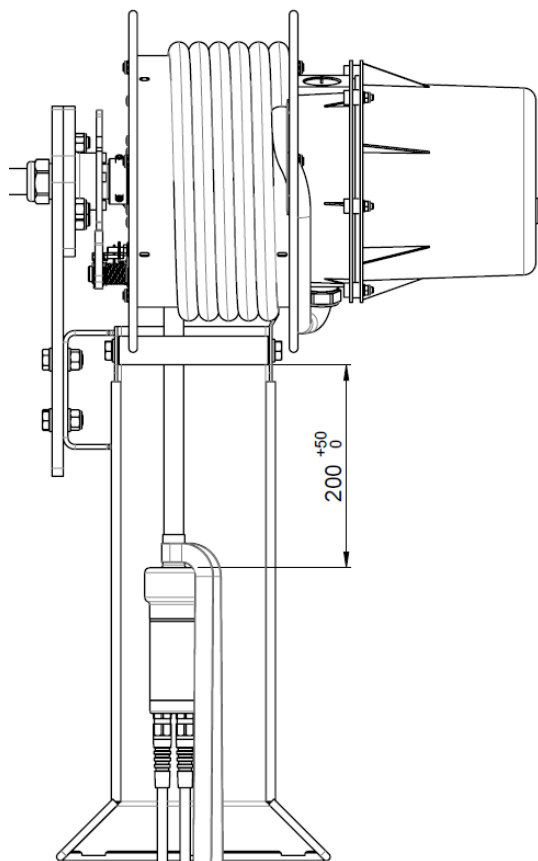

Abb. 6: Abschaltposition Endlagenschalter
Der Endlagenschalter ist auf die Abschaltposition werksseitig gemäß Abb. 6 voreingestellt.
→ Trommelleitung ca. 200 mm abziehen, so dass das Leitungsgehäuse wie in Abb. 6 im Leitungstrichter zu liegen kommt. Trommel gegen Aufwickeln sichern.
- Leitung ab und wieder aufwickeln. Abschaltposition gemäß Abb. 6 prüfen, ggf. Einstellvorgang wiederholen.
- Mutter (1) am Endlagenschalter (2) festziehen.